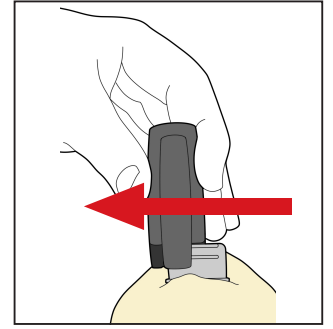

图13
7. 当面罩完全凝固后, 通过向右或向左滑动 IntegraBite 放置器将其从咬合板上取下 (图 13)。